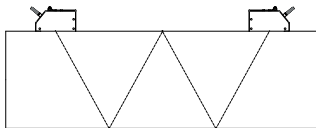

Abb. 3.8: 1 Strahl, 4 Schallwege,
- gerade, wenn die Messung in der Reflexanordnung durchgeführt wird (siehe Abb. 3.9 oder Abb. 3.8).
Weg, den das Ultraschallsignal zwischen den Sensoren zurücklegt - dem Sensor, der das Ultraschallsignal sendet und dem Sensor, der es empfängt. Ein Strahl besteht aus 1 oder mehreren Schallwegen (siehe Abb. 3.8 oder Abb. 3.9).